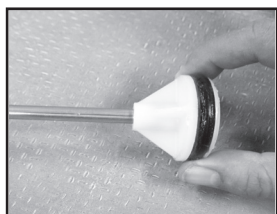

Figure 3
3. Inspecter le joint torique. Le remplacer s'il est usé ou endommagé (**Figure 3**). Lubrifier le joint torique avec de la gelée de pétrole.